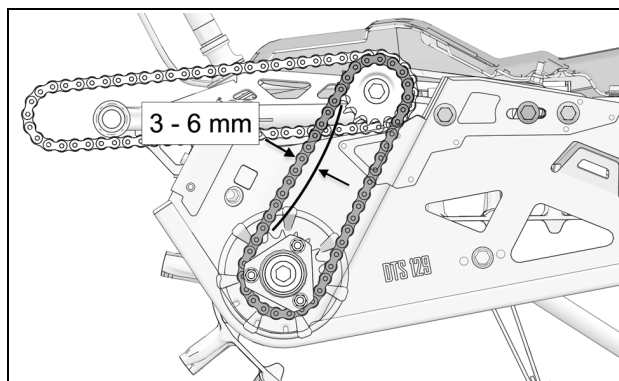

Figure 6
- Appliquer une pression au centre des deux pignons d'entraînement. La chaîne doit présenter une déflexion de 3 - 6 mm (1/8 à 1/4 po). Réajuster jusqu'à ce que vous obteniez la bonne déflexion. Voir la Figure 6.